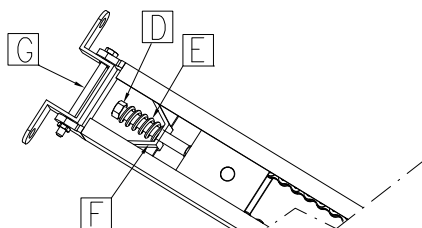

Fig. 5
- Inserire la molla E e bloccarla con l'apposito dado D. Quindi montare il particolare G con vite e dado M8 (fig. 5).